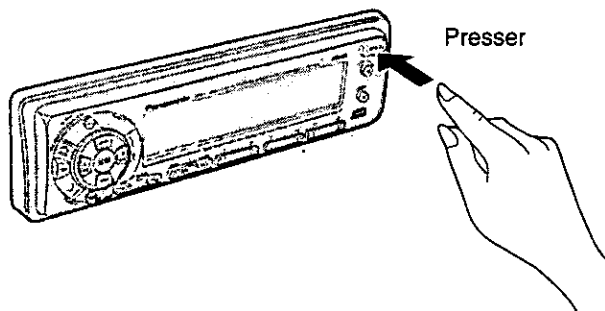

Fig. 1
- c) Sortir l'appareil en poussant les deux leviers de blocage à l'aide d'un tournevis suivre l'ordre indiqué. (⇒ Fig.1, 2)
- ① Couper le contact.
- ② Appuyer sur la touche d'ouverture. Le panneau avant amovible peut alors être ouvert. (→ Fig. 1)